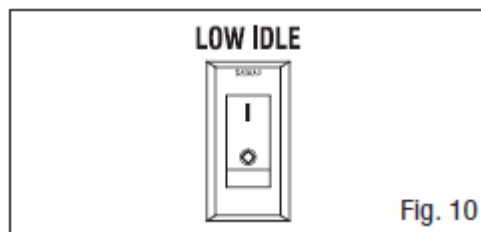

Рис. 10
1. Поверніть перемикач LOW IDLE (НИЗЬКИЙ ХОЛОСТИЙ ХІД) у положення "OFF" ("ВИМК."). (рис. 10)